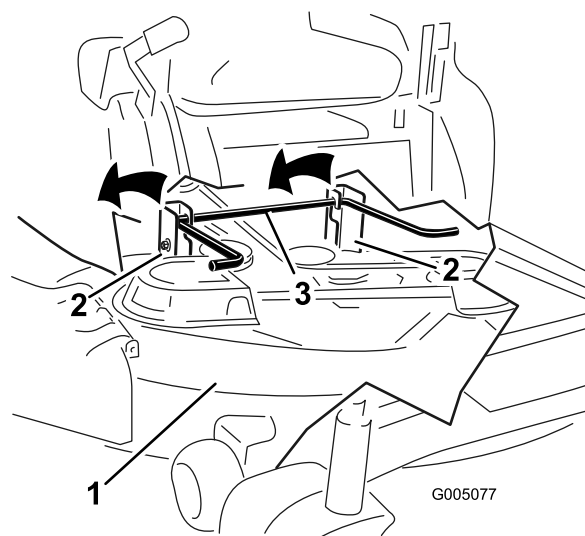

Figure 66
5. Soulevez et enlevez le plateau de coupe et les supports de la tige de levage arrière et abaissez la tondeuse au sol avec précaution (Figure 66).
5. Soulevez l'arrière du plateau de coupe et guidez les supports sur la tige de levage arrière (Figure 66).